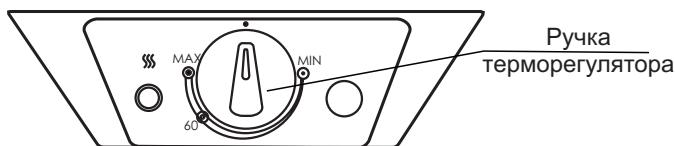

Рисунок 2 - Панель управления ЭВН моделей W30V1, W50V1, W80V1, W100V1, W120V1.
- в ЭВН **моделях W30V1, W50V1, W80V1, W100V1 ,W120V1** регулировка осуществляется с помощью выведенной наружу ручки терморегулятора. Поворотом ручки терморегулятора по часовой стрелке увеличивают температуру нагрева воды, против часовой стрелки - уменьшают. Для ориентации на шкале обозначено положение ручки терморегулятора, соответствующее нагреву воды примерно до 60 °C (см. рисунок 2).